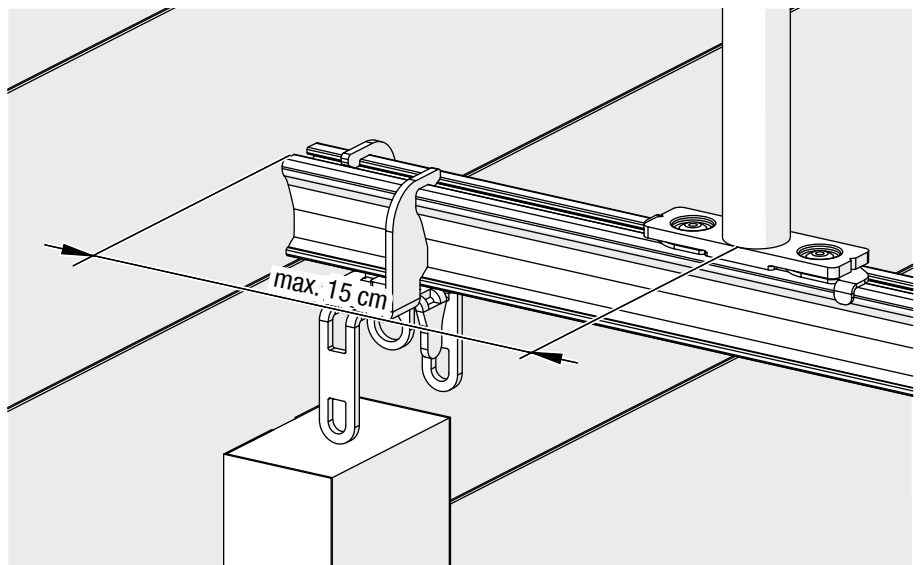

Abb. 24: Deckenmontage OFFICE-Abhängung – Abhängeabstand zum Schienenende (exemplarisch OFFICE-Abhängung)
- ➔ Befestigen Sie einen Abhängepunkt mit maximal 15 cm Abstand von der Mitte der Abhängung bis zum Schienenende (siehe Abb. 24).